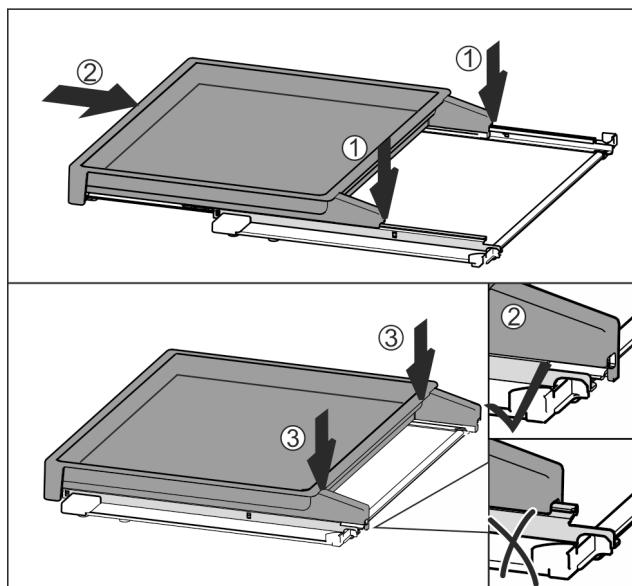

Fig. 79
- Встановіть по центру на рейки Fig. 79 (1).
- Повністю вставте витяжну панель Fig. 79 (2).
- Натиснути на задній бік, доки вона не зафіксується зі звуком Fig. 79 (3).